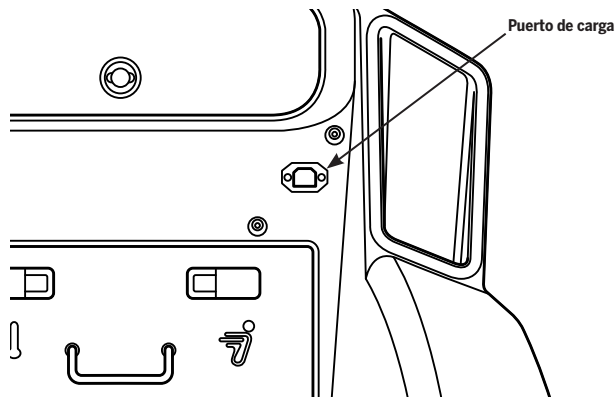

Ilustración 39: compruebe que el puerto de carga esté limpio, seco y no tenga residuos
2. Compruebe que las tomas del puerto de carga, del cable de alimentación y de la alimentación de corriente alterna estén limpias y secas (**ilustración 39**).